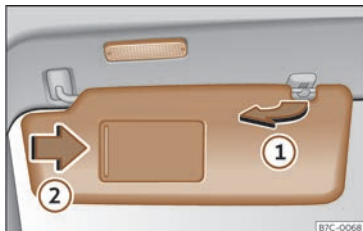

Fig. 85 Parasol.
- O parasol pode extraerse da fixación e xirarse cara á porta >>> fig. 85 ①.